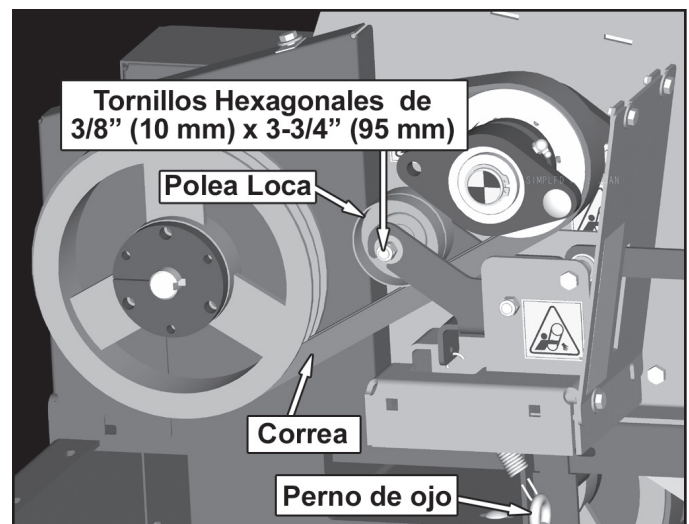

Figura 5.5 - Reemplazo de la correa de accionamiento delantera
7. Afloje el perno de ojo para liberar tensión en la correa (Figura 5.5).
11. Apriete el perno de ojo hasta que la deflexión de la correa sea de 7/16" (11 mm) cuando se coloque una carga de 20 libras (9 kg) contra la correa (Figura 5.5).